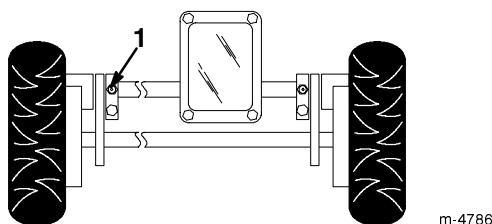

Figure 29
- Essuyez les graisseurs à l'aide d'un chiffon propre (Fig. 29).